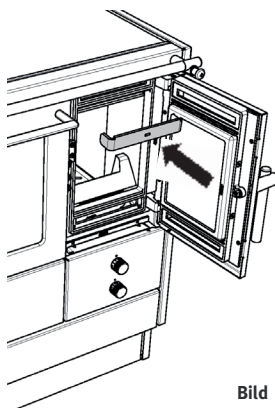
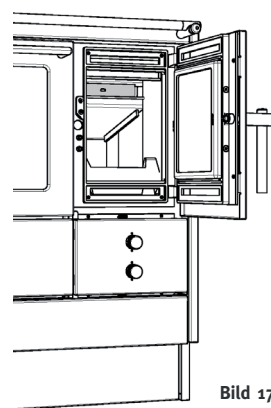

Bild 16
Bild 17
- Winkel für Sommerbetrieb einsetzen (Bild 16+Bild 17)